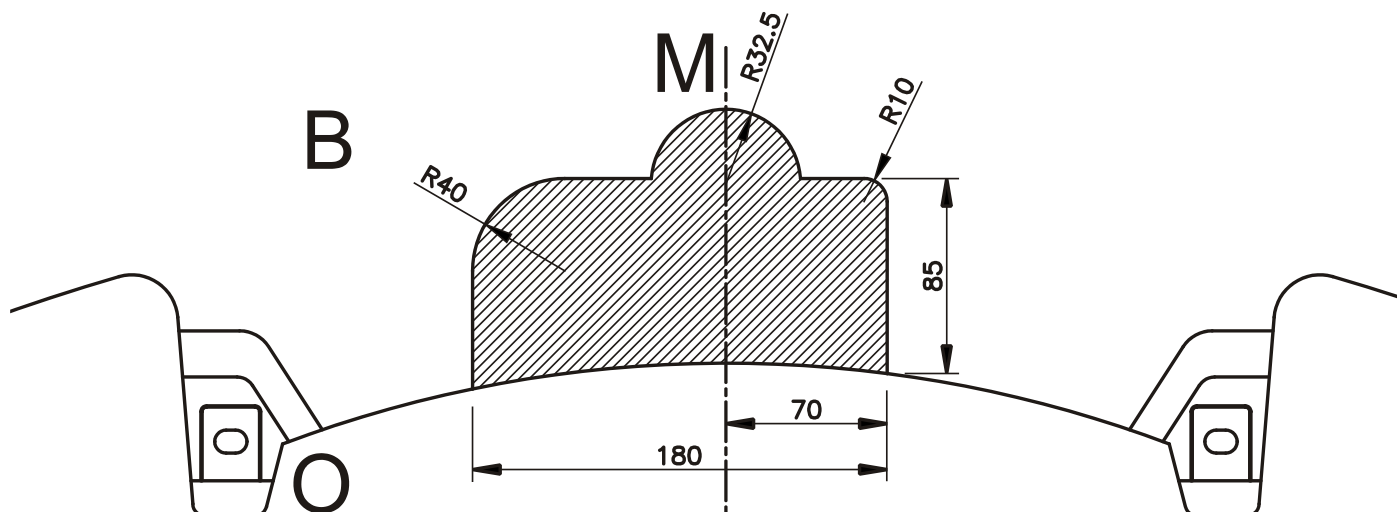

Fig. 1
2. Monteer de uitlaatoophanging (ref.2) rechts (*bij dubbele uitlaat moet ook uitlaatoophanging (ref.1) links gemonteerd worden*) op de bouten waar de stootbalk is bevestigd. Gebruik daarvoor de originele bouten.
3. Positioneer monterestuk (ref.4) rechts in de chassisbalk tot de punten (A) passen met de voorziene boringen. Breng bouten en rondsels aan en schroef handvast.
4. Bevestig de trekhaak met de punten (B) aan de draagarm (ref.4), breng de bouten in en schroef handvast. Breng links de draagarm (ref.3) in de chassisbalk tot de punten (A) passen met de voorziene boringen in de chassisbalk en met de punten (B) in de trekhaak. Breng de bouten in en schroef alles degelijk vast (zie aanhaalmomenten).
5. Maak in de onderzijde van de bumper een insnijding volgens fig.1 en monteer de bumper terug op het voertuig.
2. Monter la suspension d'échappement (2) à droite (*en cas d'échappement double, la suspension d'échappement (1) doit également être installée à gauche*) sur les écrous où le butoir est fixé. Utiliser pour cela les écrous originaux.
3. Positionner la pièce de montage (4) à droite dans la poutre de châssis jusqu'à ce que (A) soit adapté aux forages prévus.
4. Fixer l'attelage avec les points (B) au bras-porteur (4), insérer les boulons sans serrer. Placer le bras-porteur (3) dans la poutre du châssis jusque les points (A) s'adaptent aux forages prévus dans la poutre du châssis et avec les points (B) dans l'attelage. Insérer les boulons et bien bien fixer le tout (cfr. couples de serrage).
5. Faire une découpe dans le dessous du pare-chocs, selon la figure 1 et remontez le pare-chocs sur le véhicule.
2. Montieren Sie die Auspuffaufhängung (2) rechts (*bei einer doppelten Auspuffanlage muss auch die Auspuffaufhängung links (1) montiert werden*) auf die Bolzen, an denen der Stoßfänger befestigt ist. Verwenden Sie dazu die Originalbolzen.
3. Positionieren Sie das Montierstück (4) rechts auf den Chassisträger bis (A) mit den vorgegebenen Bohrungen übereinstimmt. Bringen Sie die Bolzen und Ritseln an und schrauben Sie alles handfest.
4. Die Anhängerkupplung mit den Punkten (B) an die Trägerarmen (4) befestigen, die Bolzen einbringen ohne anzuschrauben. Links, der Trägerarm (3) im Chassisbalken bringen bis Punkte (A) mit die vorhanden Bohrungen im Chassisbalken passen und mit den Punkten (B) in Anhängerkupplung. Die Bolzen einbringen und alles entsprechend der Drehmomentenvorgabe festziehen.
5. Machen Sie an der Unterseite der Stoßstange gemäß Abbildung 1 eine Einkerbung und montieren Sie die Stoßstange wieder am Fahrzeug.